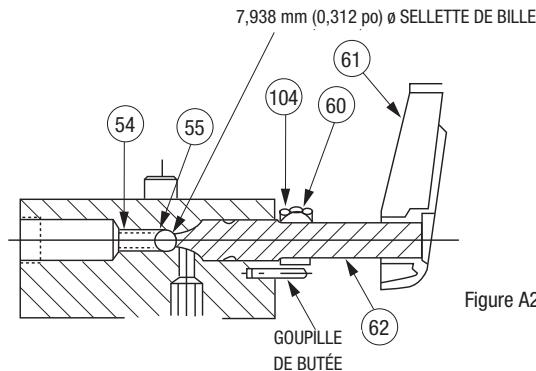
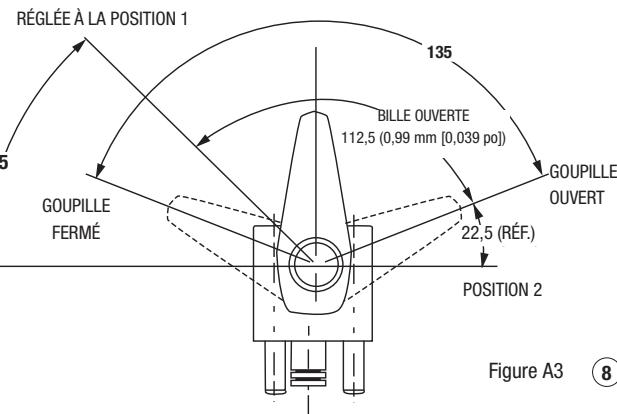

Figure A2 ⑧
Figure A3 ⑧
La soupape à contrôle manuelle doit être ajustée ou réparée.	Consulter le Schéma hydraulique (8) et les figures A2 et A3 dans la section Réparations de ce manuel.
La soupape à contrôle manuel doit être ajustée.	Consulter Réglage du desserrage manuel/desserrage automatique de la poignée du vérin, figure A3 dans la section Réparations de ce manuel.
La soupape antiretour ne se place pas de façon appropriée.	Consulter Réglage du desserrage manuel/desserrage automatique de la poignée du vérin, figure A2 et Retouche de la sellette de bille, Figure B4 dans la section Réparations de ce manuel.
La soupape à contrôle manuel doit être ajustée.	Régler la poignée. Consulter Réglage du desserrage manuel/desserrage automatique de la poignée du vérin, figure A3 dans la section Réparations de ce manuel.
La soupape de contrôle manuelle est mal réglée.	Consulter le Schéma hydraulique (8) et les figures A2 et A3 dans la section Réparations de ce manuel.
Consulter les figures A2 et A3. Enfiler l'arbre (62) jusqu'à ce qu'il touche la bille antiretour (55) (dans sa position fermée par ressort). Glisser le collier (104) sur l'arbre. Placer la poignée (61) à la « Position 1 » (figure A3), avec l'autre surface de la poignée égale à l'extrémité de l'arbre. Verrouiller en place. Tourner la poignée à la « Position 2 » (figure A3). Glisser le collier vers le corps de la soupape jusqu'à ce qu'il touche la portion de 15,9 mm (5/8 po) de l'arbre de contrôle. Tourner le collier d'arrêt en sens horaire jusqu'à ce qu'il touche la goupille de butée et verrouiller en place.